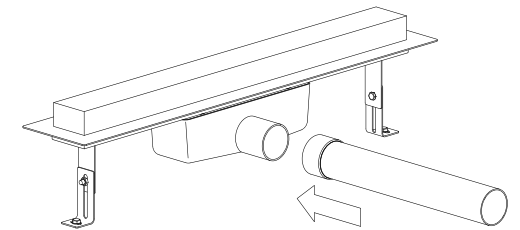
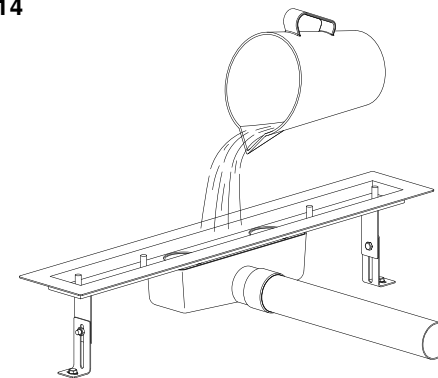

Fig.15
Fig.16
3. Realice la unión a la tubería encolando a la salida $\varnothing 50$ mm macho (ver Fig.15). Compruebe la estanqueidad del conjunto echando agua a través del sumidero (ver Fig.16).
- 3- Glue the \varnothing 50mm male outlet of the drain with the pipe (see fig. 15). Check the watertightness of the installation (see fig. 16).